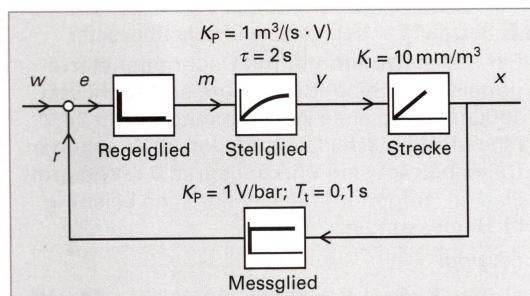

Bild 1: Strukturbild des Füllstandregelkreises
a) Bild 1
Beim fremderregten Gleichstrommotor liegt ein permanentes Ständermagnetfeld vor. Dem Läufer wird über Kohlebürsten ein Strom zugeführt, welcher in der Läuferwicklung das Ankerquerfeld erzeugt (**Bild 1**). Das Ankerquerfeld richtet sich bei der Motordrehung nach dem Ständerfeld aus. Nach einer Drehung von z.B. 30° wird über den Stromwender der Weg des Stromes durch die Läuferwicklung so verändert, dass das Ankerquerfeld wieder in seine Ausgangslage zurückversetzt wird. Man nennt diesen Vorgang Kommutierung.